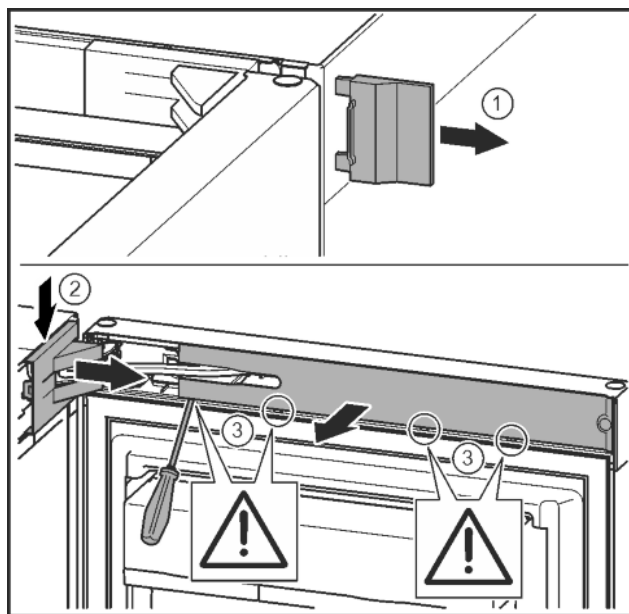

Fig. 11
- ▶ Зніміть зовнішню кришку. Fig. 11 (1)
- ▶ Звільніть і ослабте кришку опорного кронштейна. Зніміть кришку опорного кронштейна. Fig. 11 (2)
- ▶ За допомогою шліцевої викрутки звільніть від фіксатора та поверніть убік накладку. Fig. 11 (3)